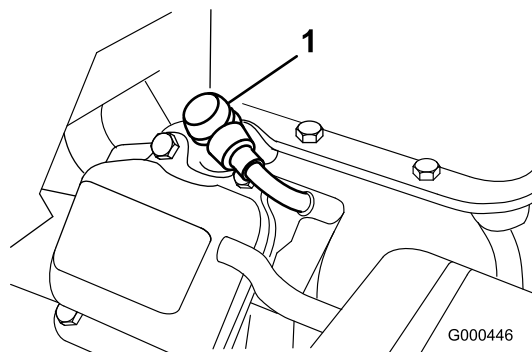

Figura 23
1. Staccate il cappellotto della candela (Figura 23).